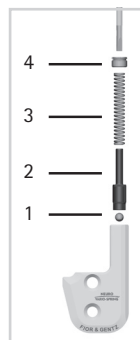

Fig. 6
- 1 Monte la unidad funcional. Respete el orden correcto: bola (1), perno (2), muelle de compresión (3) (fig. 6).
- 2 Atornille firmemente el tornillo de presión (4). Así, la unidad funcional está fijada en el canal para el muelle de la cubierta.